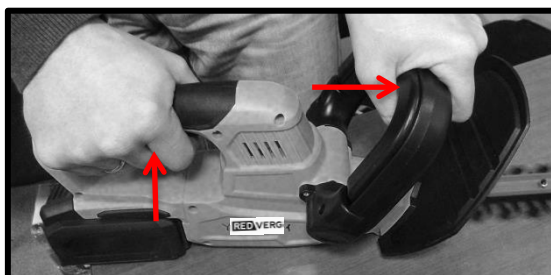

Рис.10
Рис.10а
Рис.10б
- Нажмите на клавишу блокировки включения (5) расположенную на передней рукоятке (4) Рис.1 и Рис.10, 10а
- Нажмите на передний пусковой выключатель (6) размещённый на основной рукоятке (7) Рис.1 и Рис.10, 10б